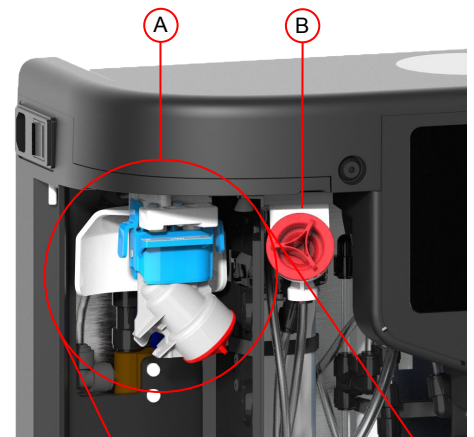

Fig. 1
4. Cuando se le indique, instale el bloque de derivación empujándolo firmemente hasta que encaje en su sitio (véanse las fig. 1 y 2).